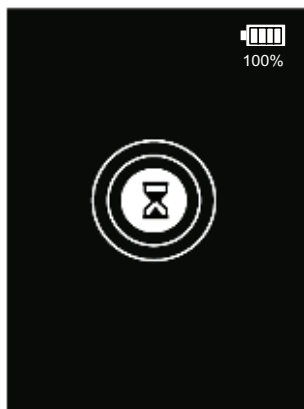

Fig. 5: Schermata della modalità di riscaldamento
2. Il CS LD 1.0 inizia automaticamente a scaldare il sensore. Durante la modalità di riscaldamento, l'LCD indica il progresso con dei cerchi concentrici di dimensione crescente (Fig. 5) che si illuminano dal centro verso l'esterno. Di norma il riscaldamento dura da 20 a 30 secondi, a seconda della temperatura. Quando tutti i cerchi sono illuminati, il riscaldamento è completo. Durante il riscaldamento, l'audio è sempre disattivato.